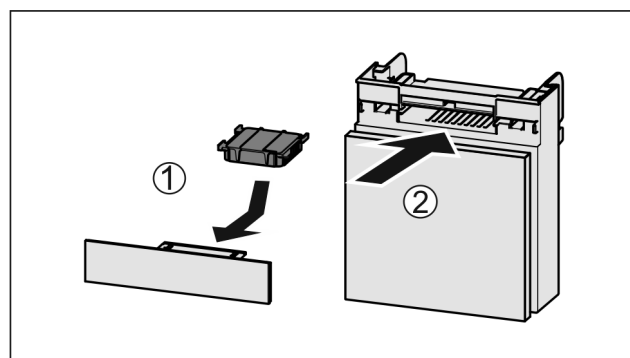

Fig. 60
- ▶ Установите фильтр с активированным углем, как показано на рисунке Fig. 60 (1).
- ▶ Вставьте отделение Fig. 60 (2).